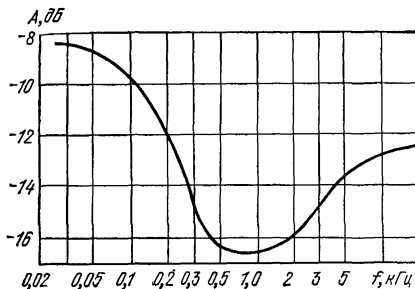

Рис. 38
**Приставки для работы с малой громкостью.** На рис. 37 представлена принципиальная схема простой приставки, включаемой между выходом предварительного усилителя и входом усилителя мощности, уменьшающей громкость на 16 дБ на средних частотах и корректирующей сигнал на низших и высших частотах так, как показано на рис. 38. Все элементы приставки размещают в металлической экранирующей коробке.